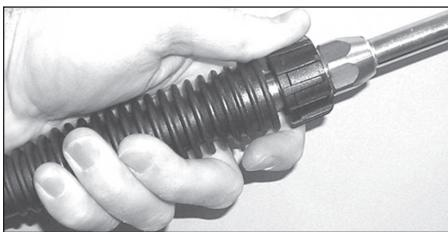

Figura 6 – Conecte la lanza a la pistola
5. Conecte la lanza con la boquilla a la pistola (vea la Figura 6).